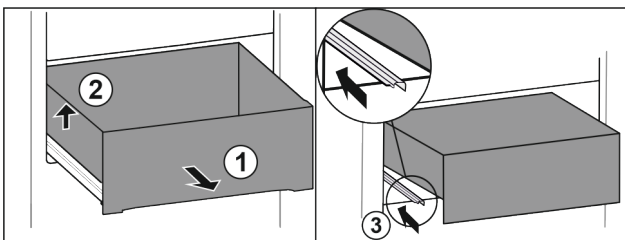

Fig. 90
- ▶ Estrarre il cassetto fino all'arresto. Fig. 90 (1)
- ▶ Sollevare il cassetto a sinistra. Fig. 90 (2)
- ▶ Inserire la guida sinistra. Fig. 90 (3)